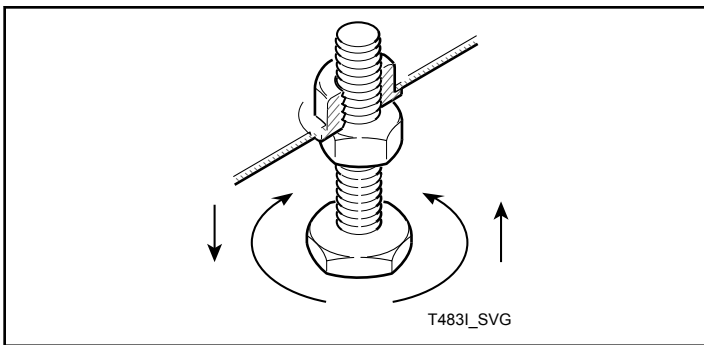

Abbildung 3
- Den Trockner an den endgültigen Aufstellungsort schieben. Die Nivellierfüße einstellen, bis der Trockner waagrecht ausgerichtet ist bzw. bis der Trockner an der Vorderseite maximal 3,3 mm [0,13 Zoll] höher als an der Rückseite positioniert ist. Siehe *Abbildung 3*. Der Trockner darf nicht wackeln. Die Nivellierfüße mit den bereits installierten Muttern arretieren.